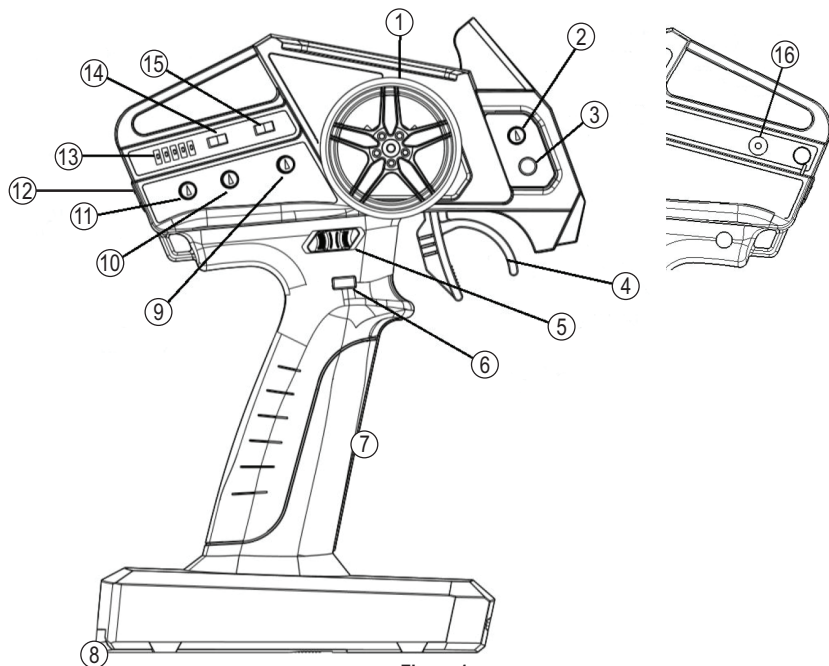

Figure 1
- Déplacez le commutateur marche/arrêt (voir figure 1, pos. 12) vers le haut.
- Les LED (figure 1, pos. 13) indiquent l'état de la pile/de l'accumulateur, moins il y a de LED allumées, plus la pile/l'accumulateur est faible :
L'émetteur dispose sur le côté d'une prise de charge (figure 1, pos. 16) qui permet de charger les accumulateurs insérés (dimensions/polarité/courant de charge, voir chapitre « Caractéristiques techniques »).
Le volant (figure 1, pos. 1) permet de commander le servo de direction raccordé au canal récepteur 1. Lorsque le volant est tourné vers la gauche (sens inverse des aiguilles d'une montre), le véhicule doit se déplacer vers la gauche en fonction de l'angle de rotation ; lorsqu'il est tourné vers la droite (sens des aiguilles d'une montre), il doit se déplacer vers la droite.
- Bouton rotatif « ST-TRIM » (figure 1, pos. 9) : Régler la position centrale/neutre du servo de direction (ou la marche en ligne droite du véhicule), voir chapitre 10.7
- Bouton rotatif « GYRO LV / ST-D/R » (figure 1, pos. 11) : Uniquement si le gyroscope du récepteur est **désactivé** : Limitation du débattement maximal du servo de direction, voir chapitre 10.8
- Commutateur d'inversion « ST » (figure 1, pos. 14) : Inversion du sens pour la fonction de direction, voir chapitre 10.9
Le levier d'accélération (figure 1, pos. 4) permet de commander le régulateur de vitesse (ou le servo des gaz d'un véhicule à combustion) raccordé au canal récepteur 2.
- Bouton rotatif « TH-TRIM » (figure 1, pos. 2) : Régler la position centrale/neutre, voir chapitre 10.10
- Bouton rotatif « TH-D/R » (figure 1, pos. 10) : Réglage du double débit, voir chapitre 10.11
- Commutateur d'inversion « TH » (figure 1, pos. 15) : Inversion du sens, voir chapitre 10.12
Si, pendant le déplacement, le véhicule a tendance à dévier vers la gauche ou vers la droite alors que le volant se trouve en position centrale, réglez en conséquence le trim de direction sur l'émetteur à l'aide du bouton rotatif « ST-TRIM » (voir figure 1, pos. 9).
Pendant le réglage, l'une des LED (figure 1, pos. 13) indique la position du trim ; après environ 5 secondes sans mouvement du bouton rotatif, l'affichage LED revient à l'état de la pile/l'accumulateur.
Le bouton rotatif « GYRO LV / ST-D/R » (figure 1, pos. 11) a deux fonctions différentes, selon que le gyroscope du récepteur est activé ou désactivé.
Le bouton rotatif « GYRO LV / ST-D/R » (figure 1, pos. 11) permet de modifier la sensibilité du gyroscope. Vous trouverez une description détaillée au chapitre 11.
Le bouton rotatif « GYRO LV / ST-D/R » (figure 1, pos. 11) permet de limiter l'angle de braquage maximal, ce qui permet de mieux piloter le véhicule lors de déplacements rapides, car il réagit avec plus de sensibilité.
Pendant le réglage, l'une des LED (figure 1, pos. 13) indique le résultat du réglage ; après environ 5 secondes sans mouvement du bouton rotatif, l'affichage LED revient à l'état de la pile/l'accumulateur.
Le commutateur à glissière « ST » (figure 1, pos. 14) permet d'inverser le sens de déplacement du servo de direction (par ex. si vous tenez l'émetteur avec la main droite et le dirigez avec la main gauche).
Si le véhicule ne s'arrête pas lorsque vous relâchez le levier d'accélération (position centrale/neutre), réglez le trim de l'émetteur pour la fonction de marche à l'aide du bouton rotatif « TH-TRIM » (figure 1, pos. 2).
Pendant le réglage, l'une des LED (figure 1, pos. 13) indique la position du trim ; après 5 secondes sans mouvement du bouton rotatif, l'affichage LED revient à l'état de la pile/l'accumulateur.